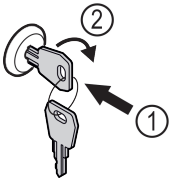

Fig. 120
- ▶ Вдавити ключ Fig. 120 (1).
- ▶ Повернути ключ на 90° за годинниковою стрілкою Fig. 120 (2).